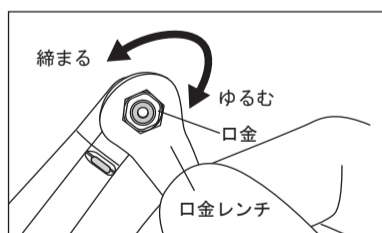

図9
- 2) 付属の口金レンチで口金をはずし（図9）、口金及び軸部を超音波洗浄機で約5分間洗浄します。また、口金をはずしたハンドピース部は、ハンドピース後部よりパナスプレープラスを差し込み洗浄します。（5. 注油を参照）
- ・口金がしっかり取り付けられていることを定期的を確認してください。口金部にゆるみのある場合、口金レンチでしっかりと締め直してください（図9）。使用中に脱落する等のおそれがあります。